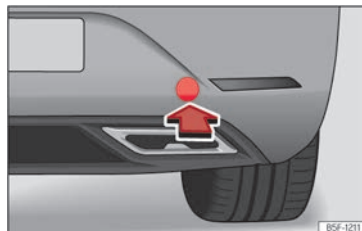

Abb. 233 Auf der rechten Seite des hinteren Stoßfängers: Abdeckung entfernen.
Die Abschleppöse wird in die hinter einer Abdeckung auf der rechten Seite des hinteren Stoßfängers befindliche Aufnahme eingeschraubt »» (Abb. 233).
- Auf den unteren Bereich der Abdeckung »» (Abb. 233) drücken, um die Verrastung zu lösen.